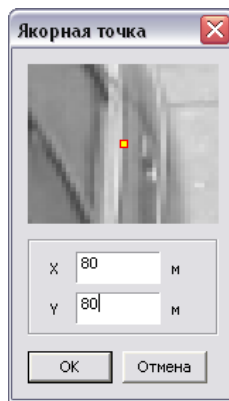

Рис. 7.4-7. Задание координат якорных точек
- 6.2. В отрывшемся окне с увеличенным фрагментом видеоизображения поставить маркер на изображение якорной точки и ввести ее координаты в системе отчета, связанной с землей (см. Рис. 7.4-7).
6.3. Нажать кнопку «ОК» (см. Рис. 7.4-7).